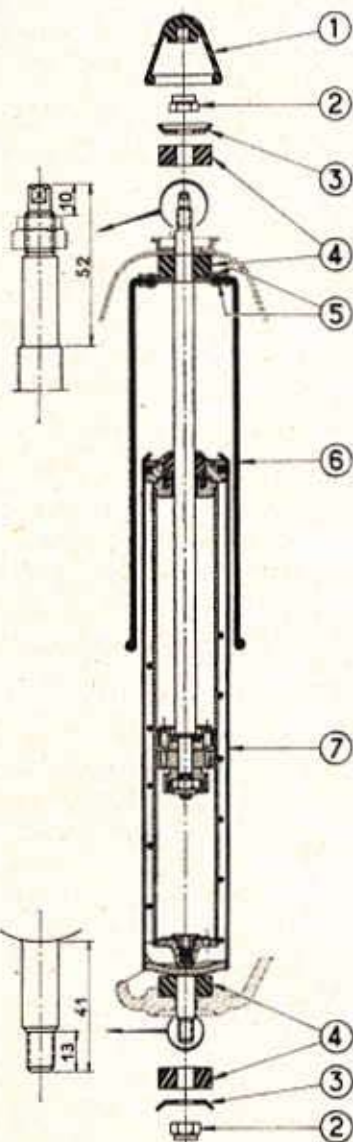

Fig. 161. — Fixation d'un amortisseur arrière
- Retirer le capuchon 1 (fig. 161).